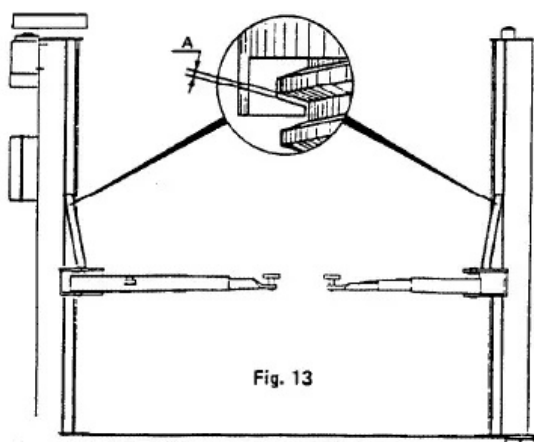

Fig. 13
- l'usure des écrous porteurs (Fig. 13). Sur chaque colonne, enlever la capsule d'obturation du trou de visite, puis amener les chariots de telle sorte que leur écrou porteur soit visible et, à l'aide d'une pince, évaluer le jeu "A" ; à partir de 1,2 mm, le remplacement de l'écrou doit être effectué.
- Contrôler, sur chaque colonne, l'usure de l'écrou porteur. Pour cela, utiliser une pince afin d'évaluer le jeu apparent "A" (Fig. 13) ; à partir de 1,2 mm, le remplacement de l'écrou doit être effectué.